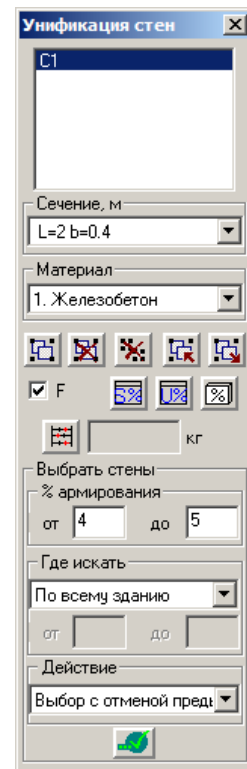

Рис.13.12.3. Окно диалога Унификация стен
- В открывшемся окне диалога **Унификация стен** (рис. 13.12.3) выполните следующие действия:
- создайте новую группу унификации **С2** щелчком на кнопке **Создать группу** (кнопка (рис. 13.12.3);
- создайте новую группу унификации **C3** щелчком на кнопке **Создать группу** (кнопка  (рис. 13.12.3);
- создайте новую группу унификации **C4** щелчком на кнопке **Создать группу** (кнопка  (рис. 13.12.3);
- создайте новую группу унификации **C5** щелчком на кнопке **Создать группу** (кнопка  (рис. 13.12.3);
- нажмите кнопку  – **Посчитать суммарный расчет арматуры всех ж/б коротких стен с учетом всех групп унификации** (рис. 13.12.3) – будет подсчитан суммарный расход арматуры.